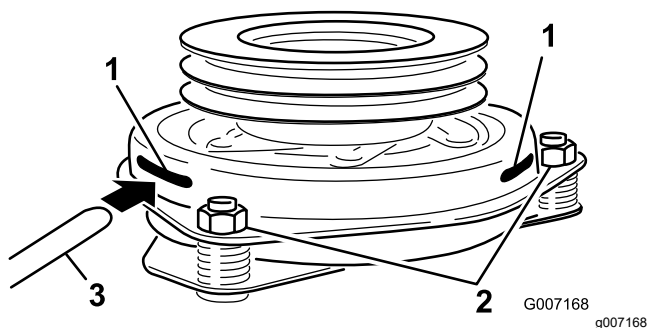

Figura 78
9. Inserite uno spessimetro da 0,381 a 0,533 mm attraverso una scanalatura d'ispezione sul lato del gruppo (Figura 78).
10. Stringete i dadi di bloccaggio fino a fissare leggermente lo spessimetro facendo però in modo di poterlo muovere facilmente all'interno del traferro (Figura 78).